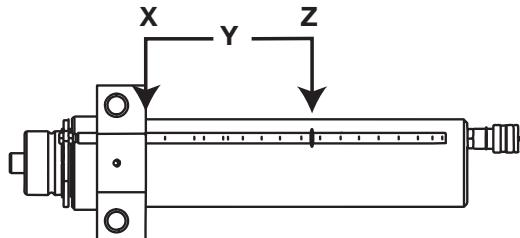

Figure 16
3. Déplacer l'anneau en caoutchouc vers la position  $Z$  qui a été calculée. (Fig. 16)